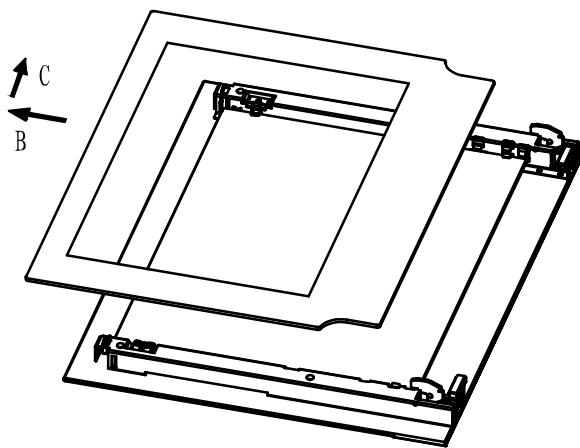

Рис.2
2. Медленно снимите внутреннее стекло. (Рис.2)